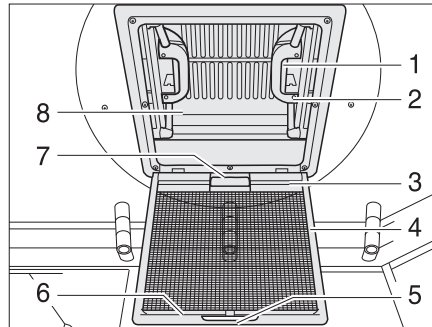

Bild 40 Dachhaube mit Schnappverschluss
- Am Griff (Bild 40,5) ziehen.
- Insektenschutz (Bild 40,4) nach unten klappen.
- Schnappverschluss (Bild 40,1) zur Innenseite der Dachhaube (Bild 40,8) drücken. Gleichzeitig mit dem Griff (Bild 40,2) die Dachhaube nach oben drücken.
- Insektenschutz (Bild 40,4) nach oben schwenken, bis er einrastet.
- An beiden Griffen (Bild 40,2) die Dachhaube (Bild 40,8) kräftig nach unten ziehen, bis beide Schnappverschlüsse (Bild 40,1) eingerastet sind.
- Verdunklungsrollo am Griff (Bild 40,7) ziehen und Hakenleiste (Bild 40,3) in die Halteleiste (Bild 40,6) am Insektenschutz einhängen.
- Hakenleiste (Bild 40,3) von der Halteleiste (Bild 40,6) lösen und Verdunklungsrollo langsam zurückführen.